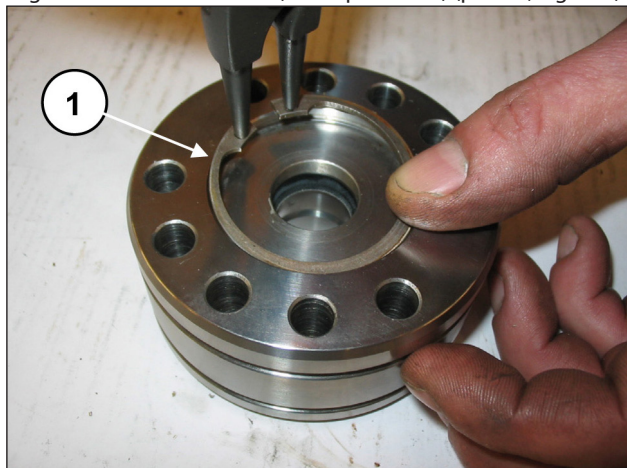
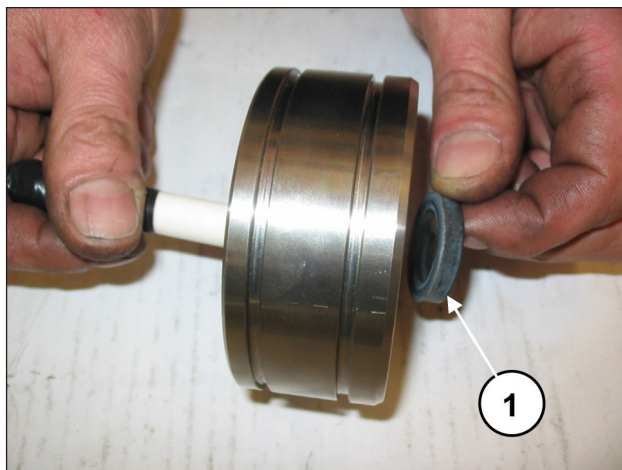

Fig. 112
Fig. 113
Rimuovere l'anello seeger e l'anello di ritegno tenute (pos. ①, Fig. 112) e con una apposita spina in materiale plastico estrarre la guarnizione di tenuta LP (bassa pressione) (pos. ①, Fig. 113).